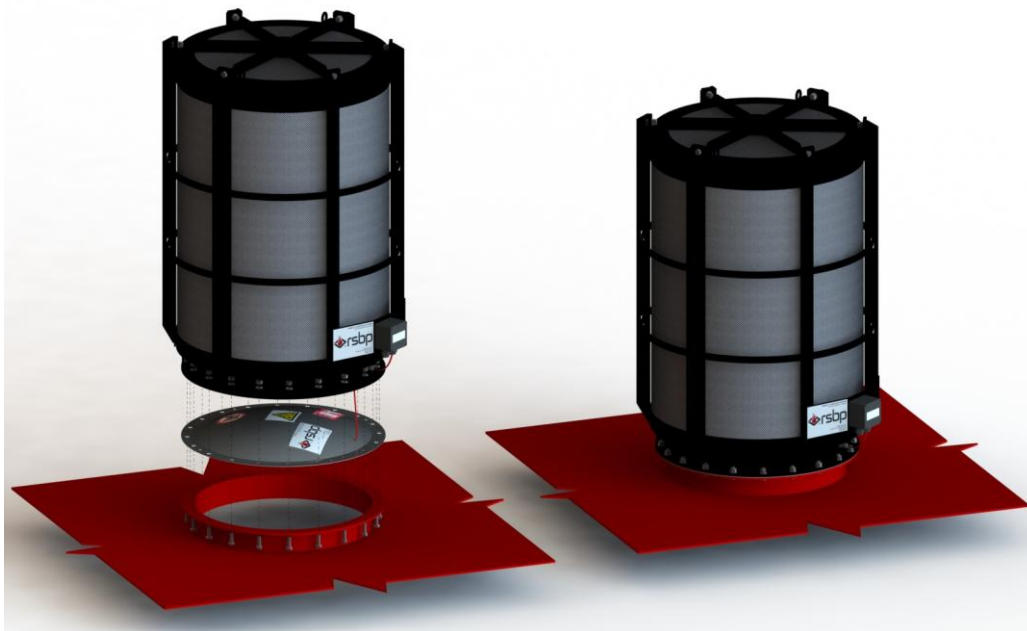

Рис. 10 – Монтаж кругового пламягасителя
- 5) Круговой или прямоугольный пламягаситель центрально приложится к фланцу и соединится при помощи болтов и гаек соответствующим крутящим моментом (рис. 10 и 11).